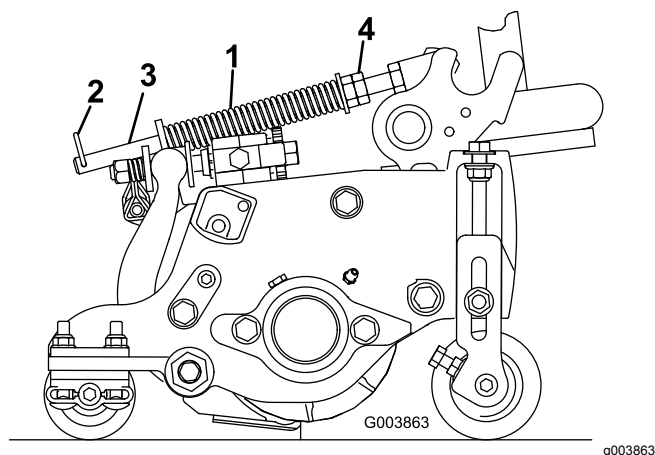

Figura 19
1. Verificate che la coppiglia sia montata nel foro posteriore dell'asta della molla (Figura 19).
2. Serrate i dadi esagonali sul lato anteriore dell'asta della molla, finché la lunghezza compressa della molla non è di 15,9 cm; fate riferimento a Figura 19.